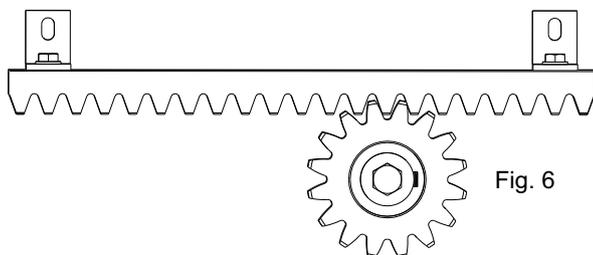

Fig. 6
5.3. apoyar el elemento de cremallera al piñon dentado del motorreductor en modo que resulte paralela la guía a nivel del suelo de la cancela y posicionandolo como en Fig. 6 ejecutar los agujeros en correspondencia de los agujeros de los soportes a L en la parte alta del ojal y fijar la hoja con los tornillos en dotación.